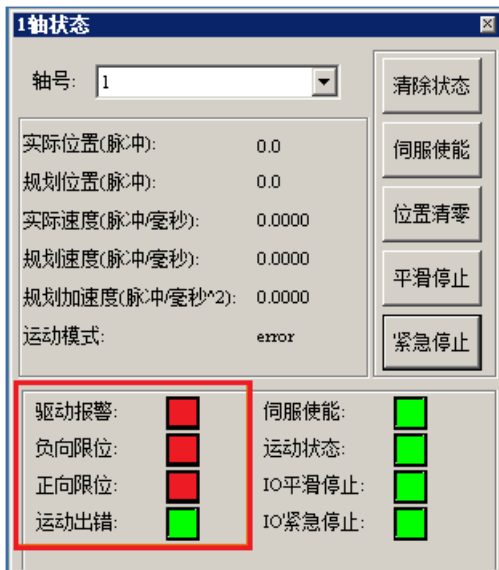
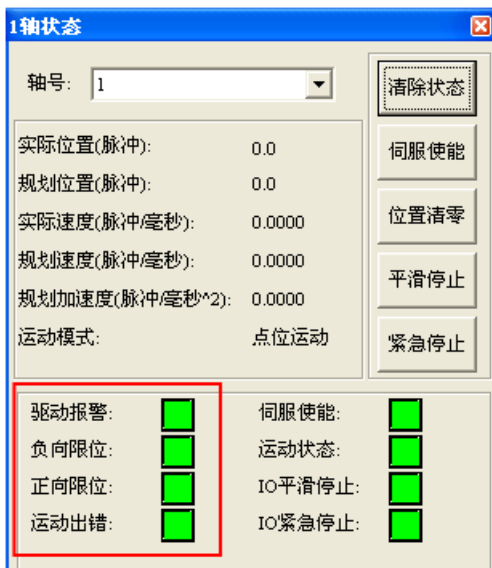

图 4-12 轴状态对话框
图 4-13 轴状态对话框
- (1) 首先，以“4.3.3”设置完“脉冲模式”后，写入控制器状态。然后，点击主界面菜单“视图”->“轴状态”，将会弹出状态显示模块对话框。若控制器刚复位完，轴1状态如图4-12所示；若将“4.3.3”设置写入了控制器，使报警无效，并点击“伺服使能”，轴1状态如图4-13所示。（注：可以同时启动4个轴状态显示对话框。对话框的“轴号”下拉列表可以选择控制轴号，选择后，对话框的标题将显示对应信息）。
- (2) 图4-12、图4-13轴状态对话框中显示的是当前轴的一些运动参数，从上至下分别为“实际位置”-“规划位置”-“实际速度”-“规划速度”-“规划加速度”。
- (3) 下边的框中状态标志以对应图标的颜色表示不同的状态，绿色代表该标志位没有触发，红色代表该标志位已经触发。